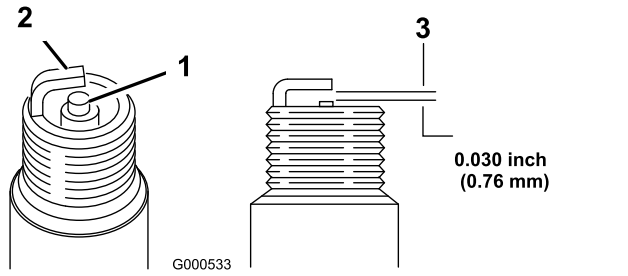

図 22
5. 図 22に示すように、電極間のすき間を 0.76 mm に調整する。